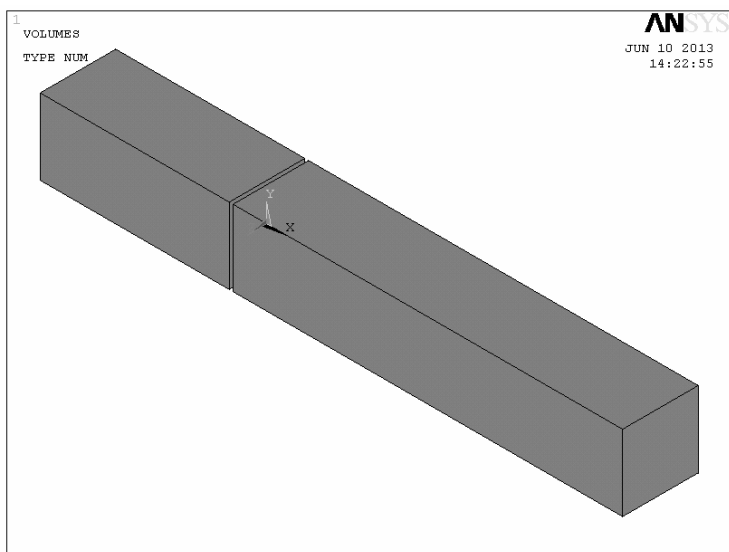

图 1-33 A、B 两杆
(11) 依次选择 Utility Menu>Plot>Volumes，重新显示 A、B 两杆（见图 1-33）。